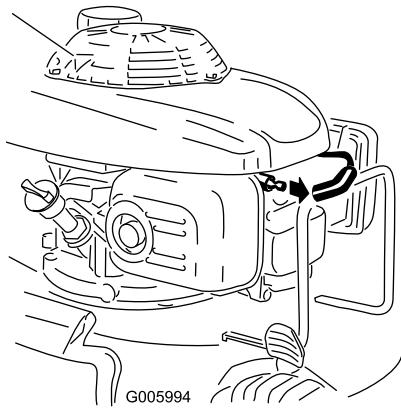

Figure 36
- Débranchez la bougie (Figure 36) avant de procéder à un quelconque entretien.
2. Débranchez la bougie (Figure 36).